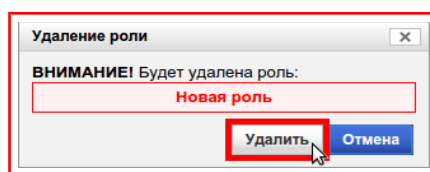

Рисунок 9.12 — Кнопка «Удалить»
- 4) Нажать на кнопку **«Удалить»**, рисунок 9.12.